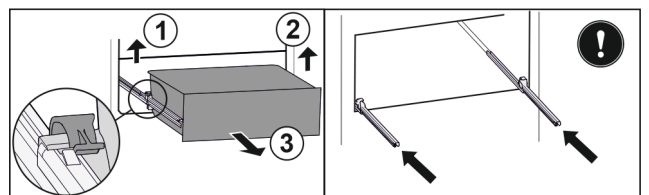

Fig. 170
- ▶ Повдигнете лявата скоба и едновременно с това изтеглете напред чекмеджето отляво. Fig. 170 (1)
- ▶ Повдигнете дясната скоба и едновременно с това изтеглете напред чекмеджето отдясно. Fig. 170 (2)
- ▶ Извадете чекмеджето напред. Fig. 170 (3)